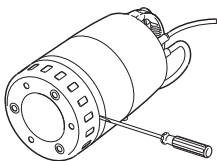

Abb. 11 Demontage des Einlaufsiebs
3. Zum Lösen des Einlaufsiebes Schraubendreher zwischen dem Pumpengehäuse und dem Einlaufsieb ansetzen und drehen. Siehe Abb. 11.
2. Zum Lösen des Einlaufsiebes Schraubendreher zwischen dem Pumpengehäuse und dem Einlaufsieb ansetzen und drehen. Siehe Abb. 11.